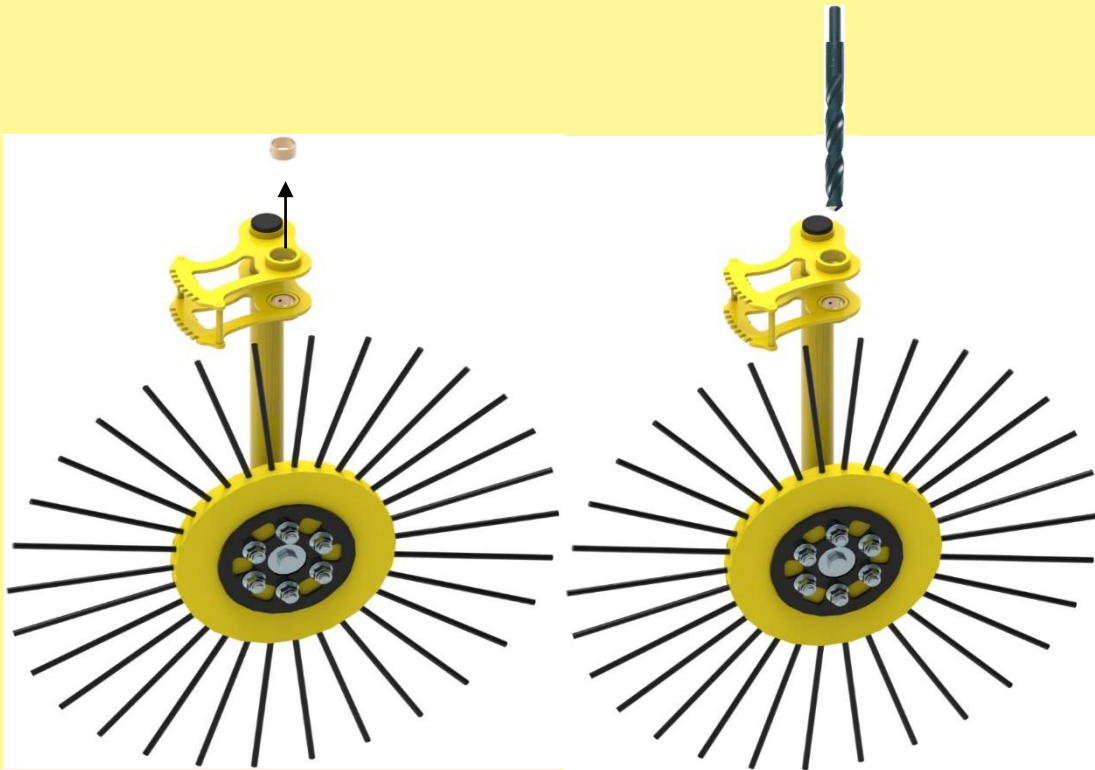

Abbildung 5: Lagertausch am Arm
Schlagen Sie die alten Lager mit einem geeigneten Werkzeug aus der Buchse und bohren Sie diese mit dem mitgelieferten 23mm Bohrer (D) auf (Abbildung 5).